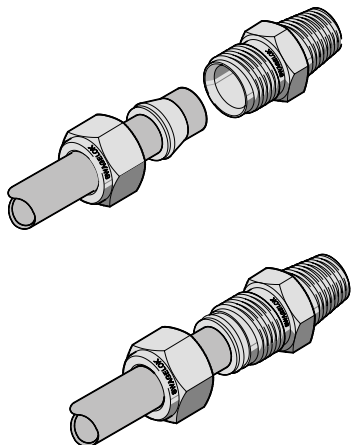

Рис. 6 Установка предварительно обжатого узла в корпус фитинга
13. Вставьте предварительно обжатый узел в корпус фитинга. Вручную затяните гайку на корпусе фитинга. См. рис. 6.